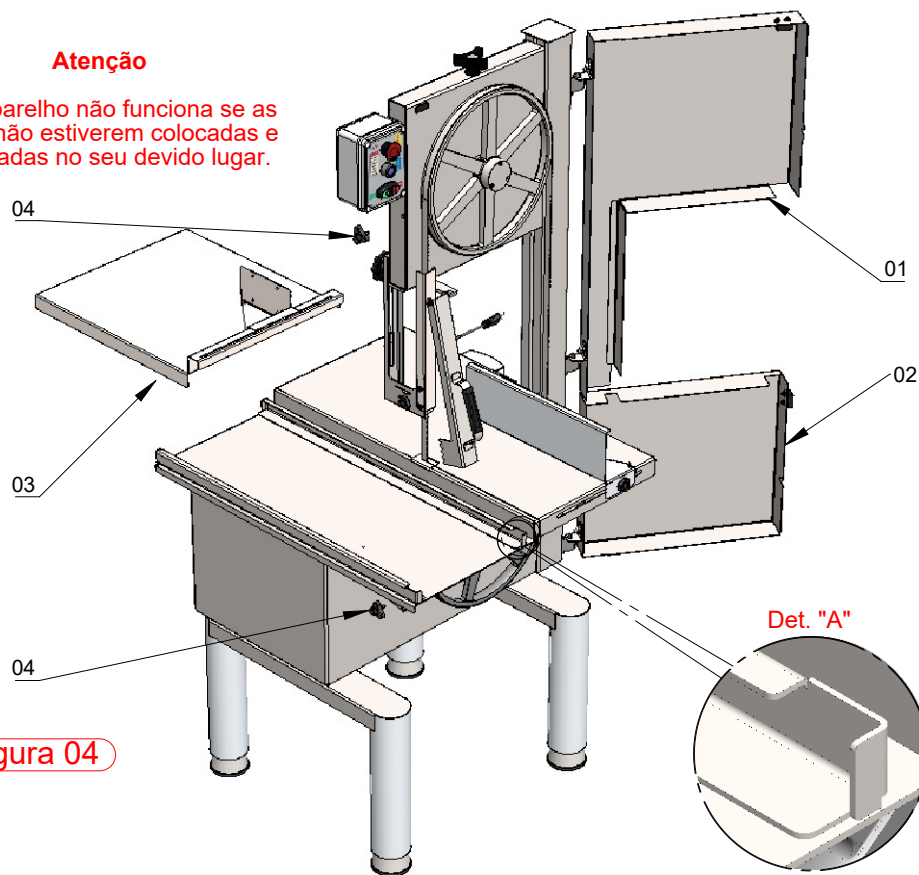

Figura 04
2.3.2 Abra a porta superior (Item 01, figura 04) e a porta inferior (Item 02, figura 04) da serra, soltando os manipulados (Item 04, figura 04). Remova as duas portas para uma melhor higienização (Em alguns modelos as portas inferior e superior podem ser uma única porta).
2.3.3 Retire a mesa móvel (Item 03, figura 04), deslizando até a roda tocar no fim de curso do trilho (Ver Det. "A"), puxe-a para cima, após retire-la faça sua limpeza; lave com água corrente e sabão neutro.